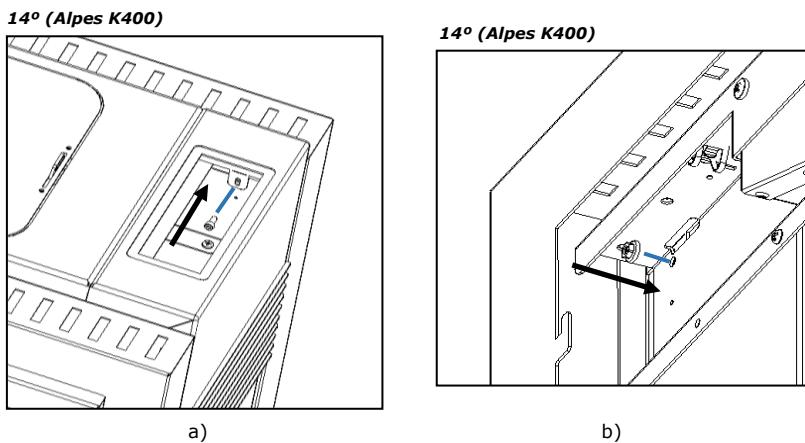

Figura 64 A e B - Fixação das laterais estruturais
q) Depois de encaixar as laterais, aperte estas à estrutura do equipamento. No caso da Alpes K400 utilizando dois parafusos **A** (DIN 912 M5x12) e duas porcas **B** (DIN 6923 M5), nos furos preparados para o efeito ver Figura 64-a e b.